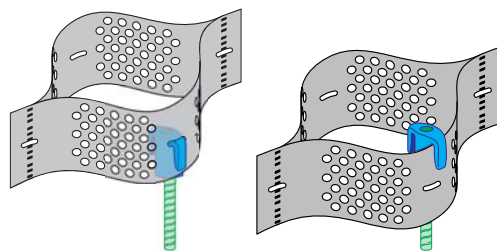

Figura 3 Opciones para la Colocación de Anclajes ATRA®
- Extender parcialmente la sección de Geoweb® y colocar cada celda extrema de la sección sobre la estaca que le corresponde. Cuando se utiliza Anclajes ATRA®, asegurarse de que el gancho del Clip ATRA® esté enganchado a través de la ranura, o que el anclaje pasé por encima de la pared de la celda. Ver Figura 3.